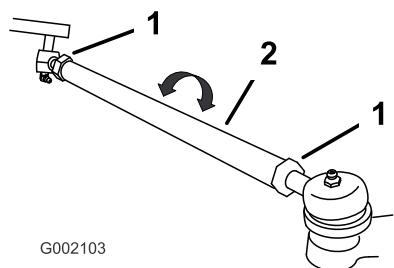

図 34
4. 前後の測定値の差が所定範囲（0~6 mm）にならない場合は、タイロッド両端のジャムナットをゆるめて調整を行う（図 34）。